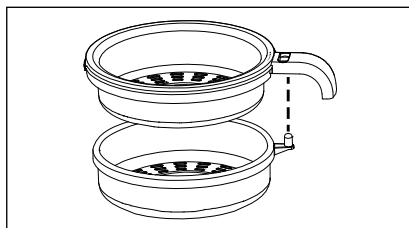

Fig. 1
- ◆ Si nécessaire, déroulez le cordon de son dispositif d'enroulement ❿.
- ◆ Placez la base ❶ sur une surface plane et sèche.
- ◆ Assemblez le filtre ❹/❺. Placez pour cela les deux parties l'une sur l'autre de manière à ce que le sélecteur ❻ dépasse de l'ouverture correspondante dans la partie supérieure du filtre ❹ (Fig. 1). Pressez les deux parties jusqu'à ce qu'elles s'enclenchent.